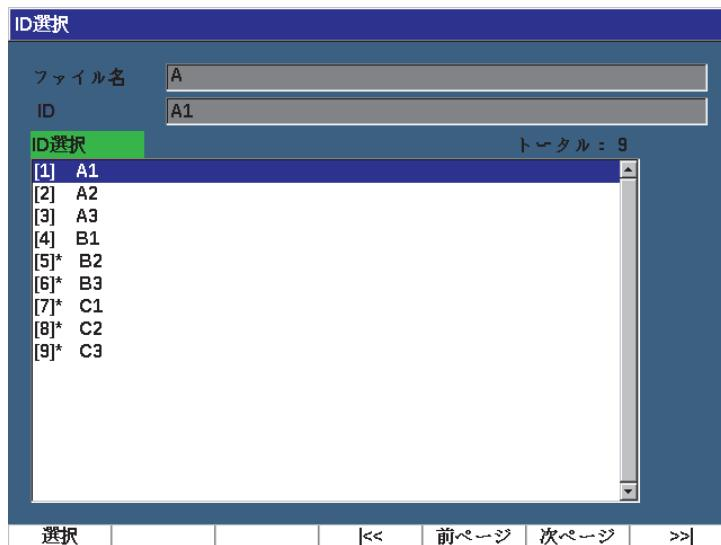

図 10-11 ID 選択ページ
3. **ID 選択 (P2 キー)** を押して **ID 選択**ページを表示します (217 ページの図 10-11 参照)。